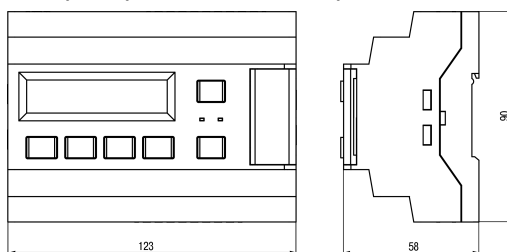

Рисунок 5.2 – Габаритный чертеж прибора
1. Подготовить на DIN-рейке место для установки прибора в соответствии с размерами прибора (см. рисунок 5.2).